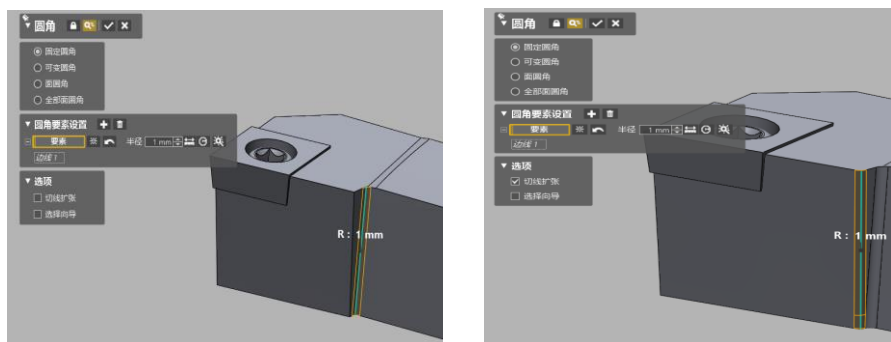
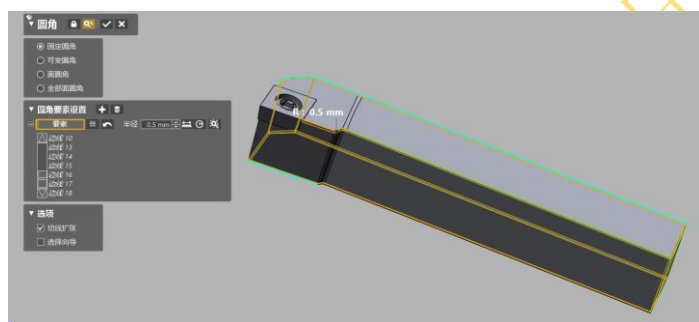

图 4.88 倒圆角
图 4.89 倒圆角
30) 点击菜单栏模型>圆角图标，弹出圆角对话框，参数设置如图 4.88 所示，点击确定退出。重复圆角命令，如图 4.89 所示，完成倒圆角。